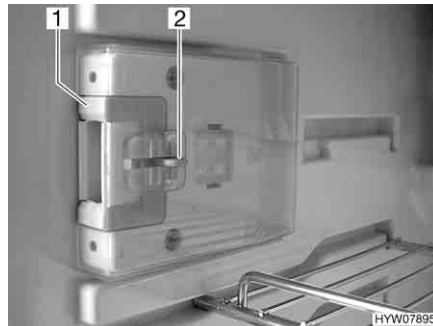
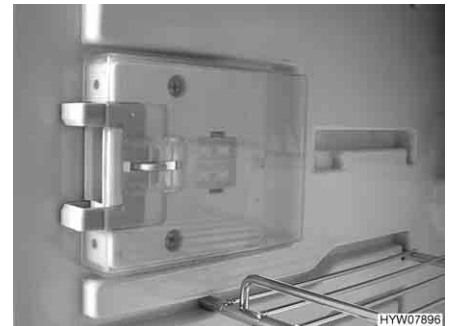

Bild 221 Verschlusseinrichtung in Normalstellung
Bild 222 Verschlusseinrichtung in Lüftungsstellung
■ Die Entriegelung (Bild 221,2) eindrücken.
■ Die Verschlusseinrichtung (Bild 221,1) nach vorn schieben (Bild 222).